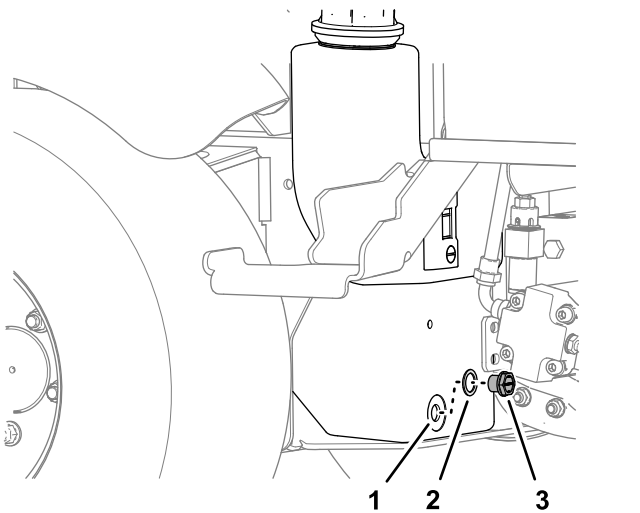

Figura 70
3. Allineate una bacinella di spurgo sotto il serbatoio idraulico, rimuovete il tappo di spurgo del serbatoio, e spurgate completamente il fluido idraulico (Figura 70).